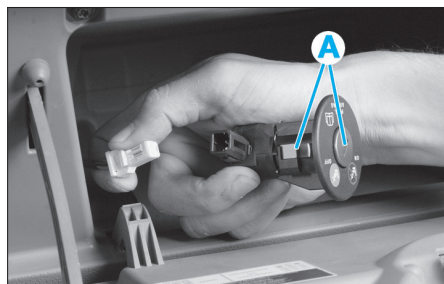

FIG. 24
- Dans la boîte à gants, dégrafer aux endroits indiqués (A), le contacteur d'inhibition d'airbag passager (Fig.24).